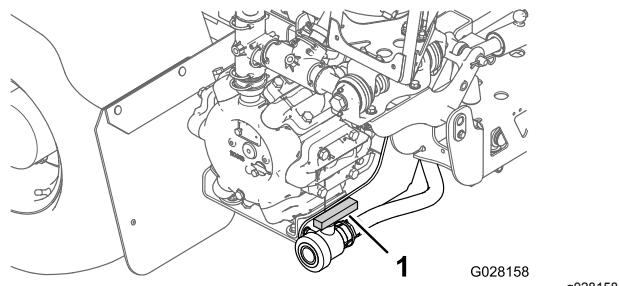

Figura 45
2. Localice la válvula de vaciado del depósito situada en la parte trasera de la máquina (Figura 45).